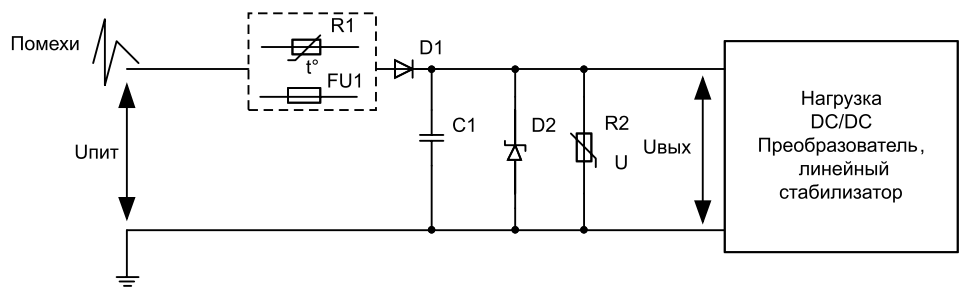
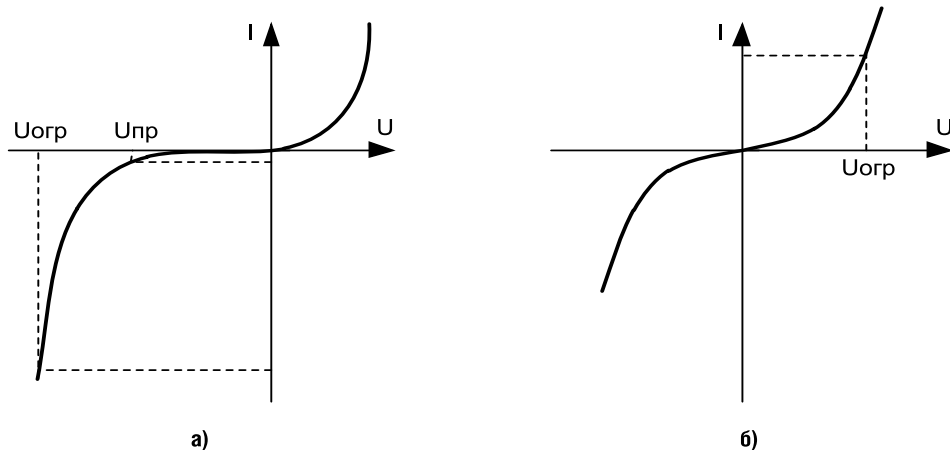
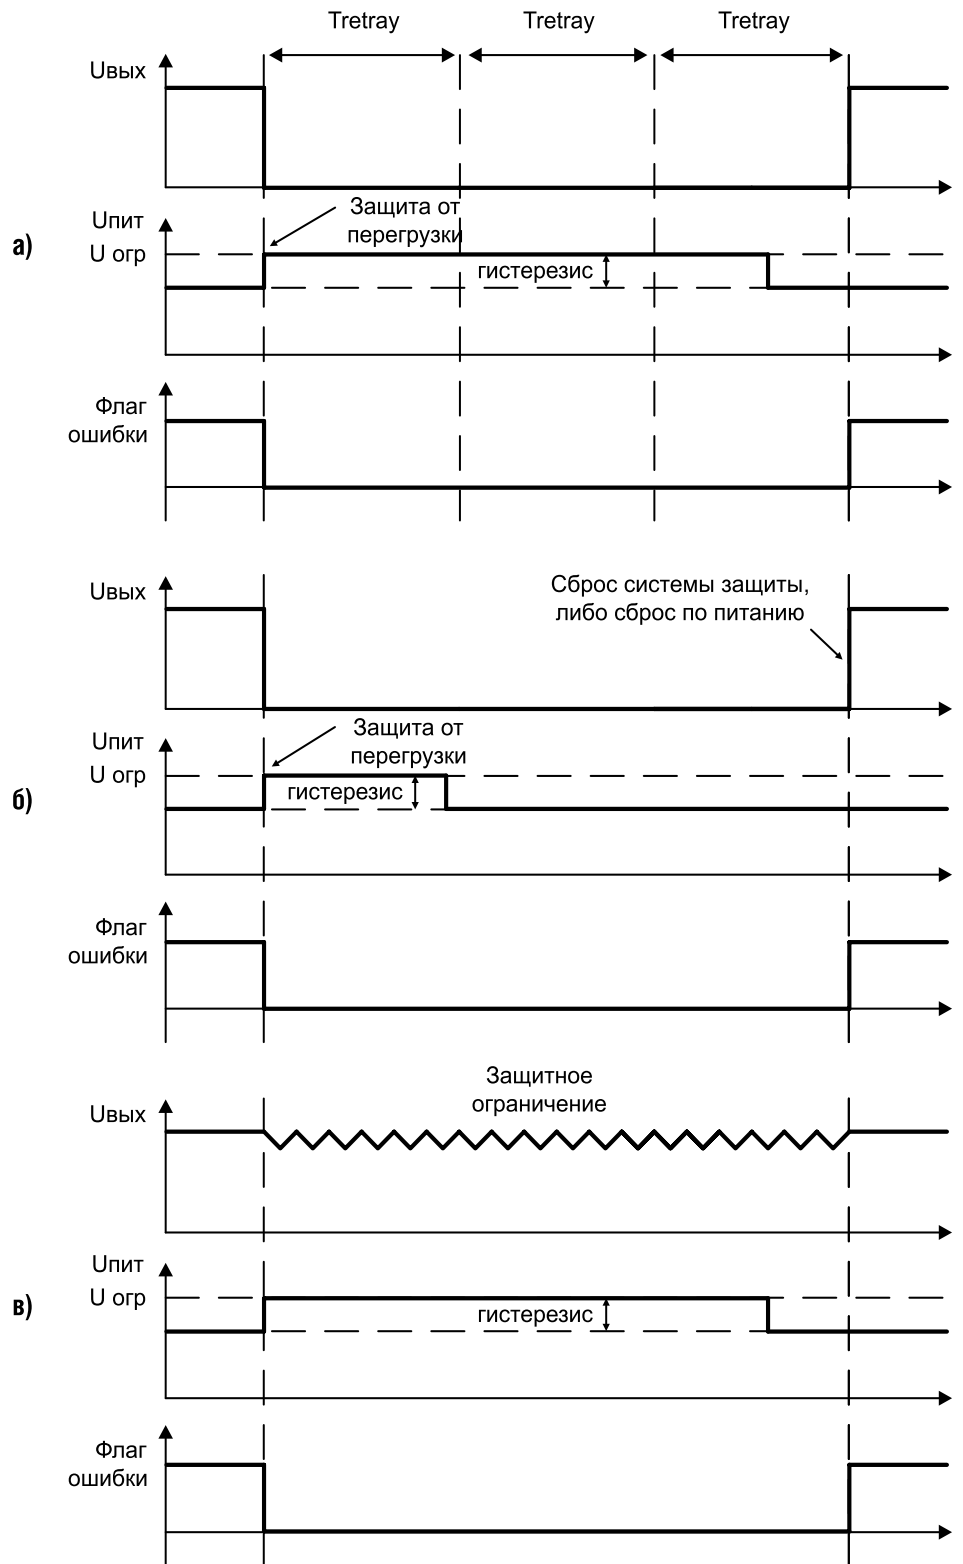

Рис. 1. Схема защиты на дискретных компонентах
Рис. 2. ВАХ TVS диода (а) и варистора(б)
Рис. 4. Активная защита от перенапряжений
Типовая схема защиты на дискретных компонентах (рисунок 1) позволяет достаточно эффективно бороться со всеми типами помех. Для защиты от перенапряжений используют TVS-диод (D2), либо варистор (U). Защиту от перегрузки по току обеспечивает предохранитель (FU1), или термистор (R1). Диод (D1) необходим на случай неправильной полярности питающего напряжения и для защиты от импульсов
Недостатки защиты от перенапряжений с помощью TVS-диодов (D2) достаточно очевидны. Дело в том, что ВАХ TVS-диода (рисунок 2а) имеет наклон в области ограничения. Величина напряжения ограничения ($U_{огр}$) зависит от величины тока, а значит — и от мощности помехи. Так у TVS-диода **SM6T30A** напряжение пробоя $U_{пр} = 28,5$ В, а напряжение ограничения $U_{огр} = 41,5$ В при токе 14,5 А. Соответственно, сама микросхема питания, имея рабочее напряжение до 28,5 В, должна выдерживать пульсации до 41,5 В.
Аналогичным недостатком обладает варистор, у которого еще более пологая ВАХ (рисунок 2б), в результате разница между рабочим напряжением и напряжением ограничения еще больше, чем в случае с TVS.
Транзистор VT2 заменяет TVS-диод D2 (рисунок 1) и служит для защиты от перенапряжений. Система защиты постоянно контролирует входное напряжение. Как только входное напряжение превысит пороговое значение, схема защиты отключает транзистор VT2. При этом, возможно несколько вариантов повторного включения (рисунок 4).
1. Без автоматического включения — включение транзистора произойдет только после сброса схемы защиты, либо после повторной подачи питания (рисунок 4а).
2. С автовключением — в этом случае происходит автоматический сброс схемы защиты по истечении таймаута Tretray и транзистор включается вновь (рисунок 4б).
3. Схема с активным ограничением напряжения. Транзистор включается только после того, как напряжение вернется в допустимый диапазон с учетом гистерезиса (рисунок 4в).
Защита от отрицательных выбросов напряжения и от неверной полярности питания реализована с помощью транзистора VT1 (рисунок 2) вместо диода VD1 (рисунок 1). При работе в нормальном режиме транзистор открыт. Благодаря низкому сопротивлению канала, потери мощности и падение напряжения на нем гораздо меньше, чем на диоде.
щищаемое устройство получает питание даже при постоянном перенапряжении. Существуют модификации, работающие в различных режимах в условиях перенапряжения (таблица 5). В микросхеме MAX16126 реализован метод ограничения напряжения в случае перегрузки (см. рисунок 4в).